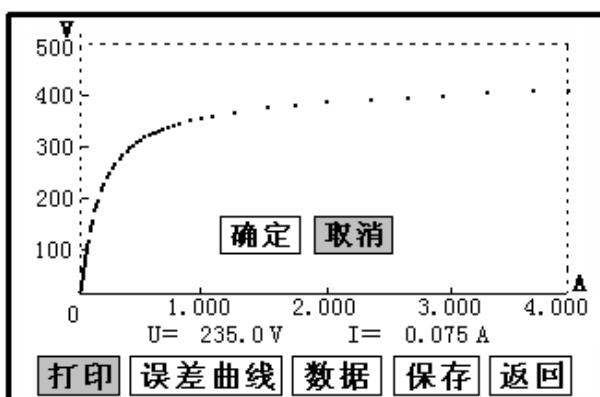

图 8
- **打印**: 旋转鼠标将光标移动至“打印”选项，按下旋转鼠标（如图 8），选择确定后，先打印伏安特性曲线，然后打印数据，打印数据仪器自动进行筛选，方便用户做报告用。同时减少更换打印纸的频率，节省时间，提高效率。